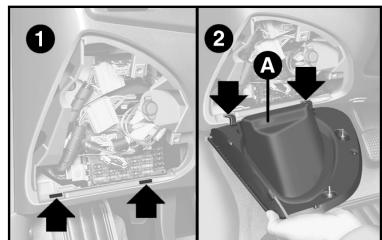

fig. 54
1) Identificar as sedes inferiores das aletas de centragem **1-fig. 54**;
2) Centrar as aletas da tampa **A-fig. 54** nas sedes e colocá-la em contato com o painel; colocar os dois parafusos de fixação;